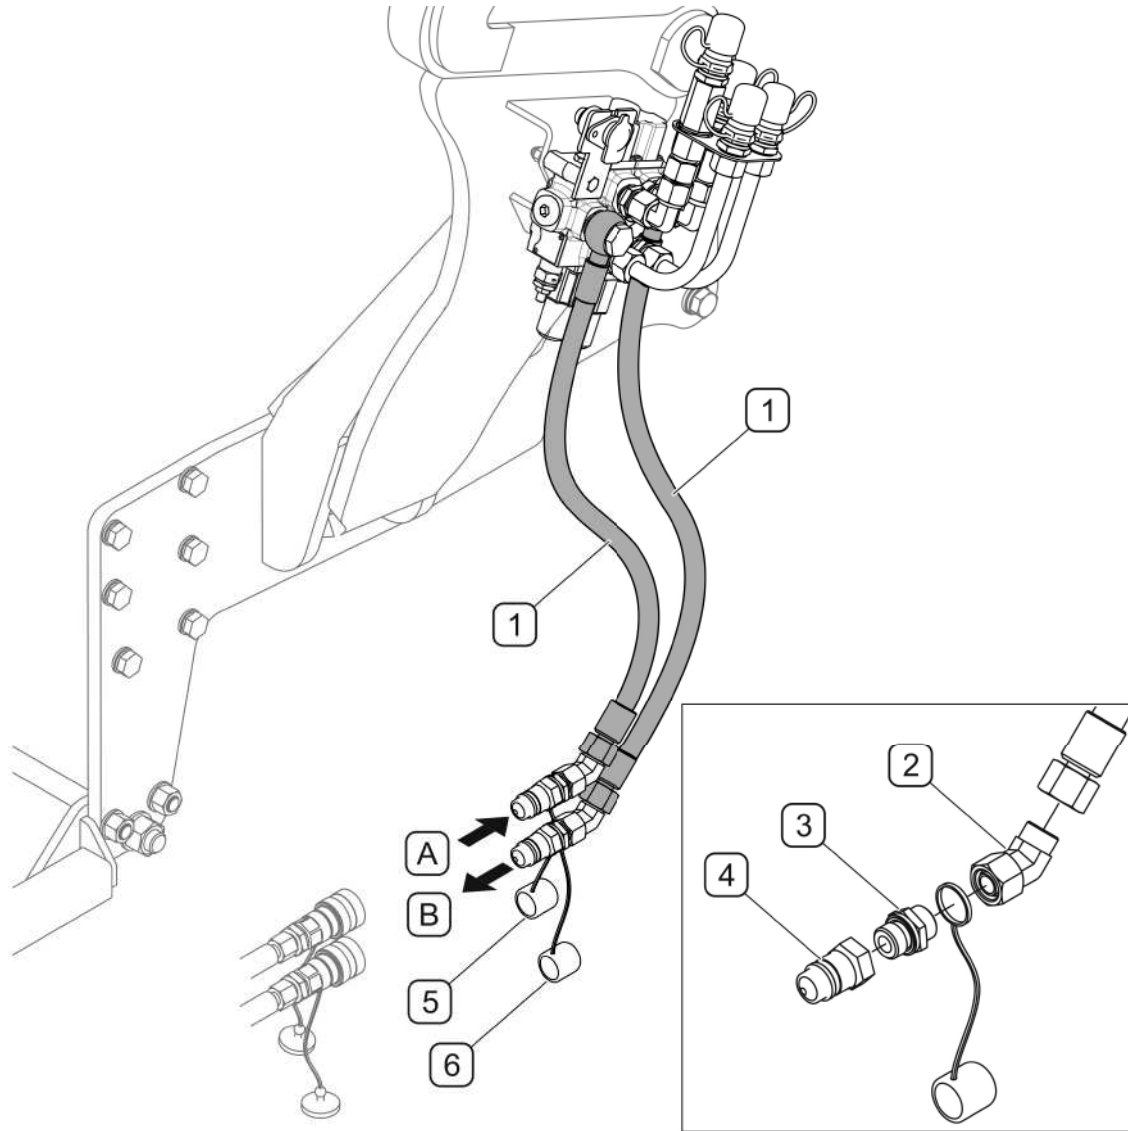

РИСУНОК 4.9 А Присоединение распределителя к гидравлической системе трактора Zefir 40/40К
В тракторах Zefir 40/40К распределитель управления погрузчиком нужно присоединить (РИСУНОК 4.9 А) при помощи гибких гидропроводов (1) к передней правой паре быстроразъемных гидросоединений трактора.